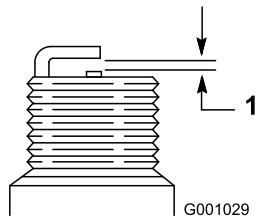

Bild 53
- Stellen Sie den Abstand der Elektroden an der neuen Zündkerze auf 0,76 mm (Bild 53).